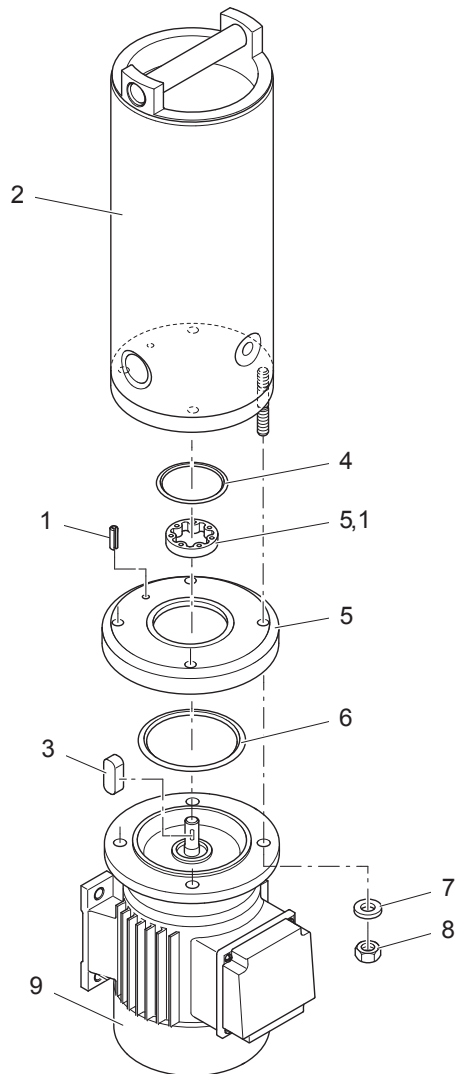
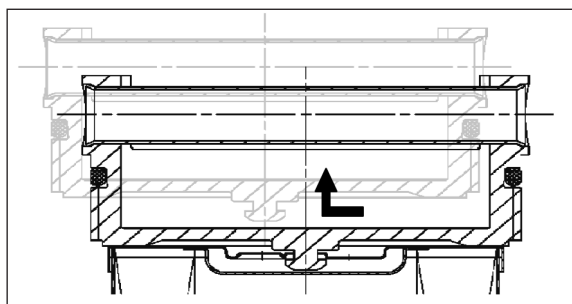

Abb. 5: Explosionsdarstellung der Nebenstromfiltereinheit
Abb. 6: Lösen der Halterung am Deckel / Filterelement
- › Ersetzen Sie beim Wechsel der Pumpe / des Motors immer die O-Ringe (4, 6, Abb. 5) durch neue Ersatzteile. (Best.-Nr. siehe Ersatzteilliste ab Seite 30).
1. Motor (9) an den entsprechenden Halterungen befestigen (siehe Montagesatz Seite 13).
2. Außen- und Innenrotor (5.1) in den entsprechenden Abschnitt der Pumpenplatte (5) einsetzen (in beliebiger Position).
4. Vormontierte Pumpenplatte (5, 5.1, 4, 6) auf den Motor (9) aufstecken.
5. Stecken Sie die Passfeder (3) der Motorwelle in eine der vier Passfedernuten des Innenrotors.
6. Achten Sie bei der Montage darauf, dass der O-Ring (6) in der O-Ring-Nut sitzt und nicht zwischen Motor und Pumpenplatte gequetscht wird.
7. Die Bohrung für den Spannstift (1) muss sich gegenüber dem Klemmkasten am Motor befinden.
9. Montieren Sie das Modul "Filterrohr mit Gehäuse" (2) wieder mit der Pumpenplatte und dem Motor.
10. Achten Sie bei der Montage des Filterrohrs darauf, dass der O-Ring (4) in der O-Ring-Nut sitzt und nicht zwischen der Pumpenplatte (5) und dem Gehäuse (2) gequetscht wird.
Gehen Sie beim Wechseln des Filterelements in folgenden Schritten vor (siehe auch Abb. 5 und Abb. 6):
3. Lösen Sie das Filterelement aus dem Deckel, indem Sie es wie in Abb. 6 gezeigt bewegen.